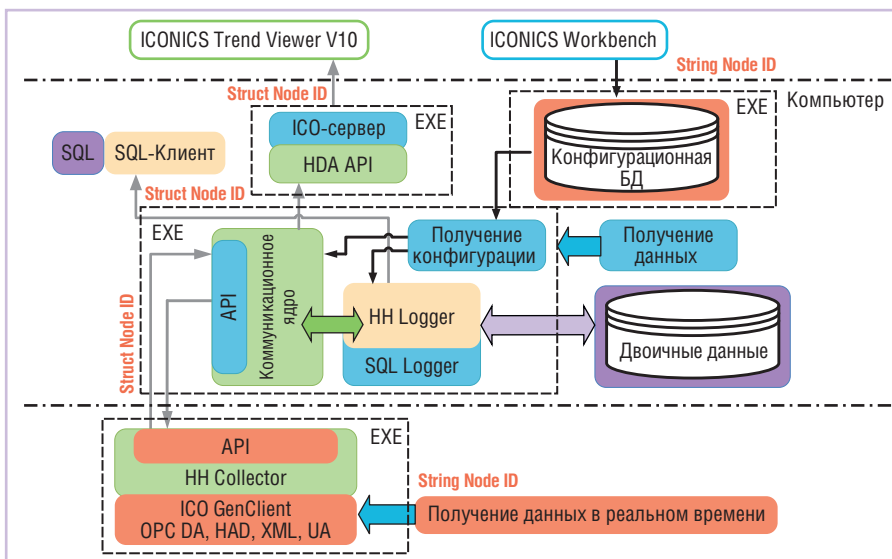

Рис. 2. Функциональная схема взаимодействия компонентов приложения Hyper Historian
torian Collector (полный набор соответствующих инструментальных средств) и информационный портал ICONICS PortalWorX предоставляют всей организации широкий спектр разнообразных инструментальных средств управления данными для анализа и оптимизации рабочих параметров. Производительность системы архивации достигла рекордных величин для подобных систем: максимальная скорость архивации для сервера Hyper Historian или однопользовательской системы – 50 000 тегов в секунду, а для центрального архивного сервера до 150 000 тегов в секунду (рекомендовано). Общее количество архивных тегов в однопользовательской системе может достигать 1 000 000. Такие высокие характеристики системы архивации позволяют использовать Hyper Historian для построения систем АСУ ТП и АСУП на средних и крупных промышленных предприятиях. Помимо обеспечения высокой производительности пакет осуществляет поддержку стандартного интерфейса SQL-запросов, что позволяет без труда взаимодействовать с Microsoft SQL совместимыми базами данных, такими как Microsoft SQL Server 2005/2008. Hyper Historian использует несколько передовых функций операционной системы, таких как *File System Transactions* (NTFS-транзакции) последних платформ Microsoft, для того чтобы обеспечить устойчивость и надёжность хранения данных. В качестве иллюстрации на рис. 2 приведена функциональная схема взаимодействия компонентов приложения Hyper Historian (HH) с источниками данных и приложений, которые используют полученную информацию